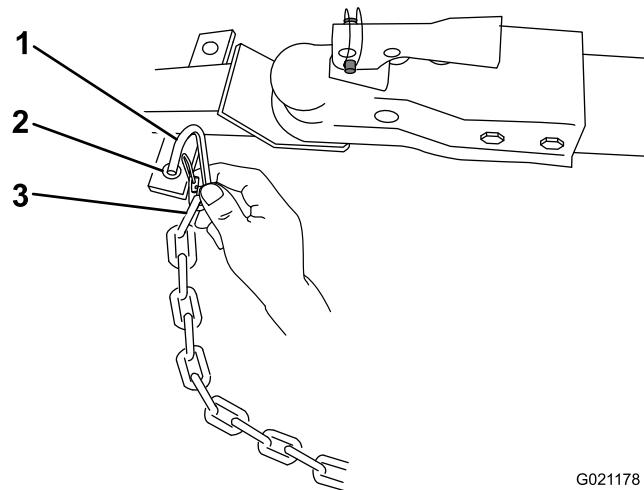

Figure 21
3. Accrochez chaque bout de la chaîne au point de montage de la chaîne de sécurité du véhicule tracteur à l'aide des maillons d'attache (Figure 21).